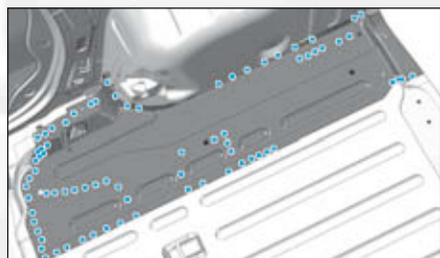

FIG.240
- par points bouchons MAG, puis meuler les points de soudure (Fig.240),